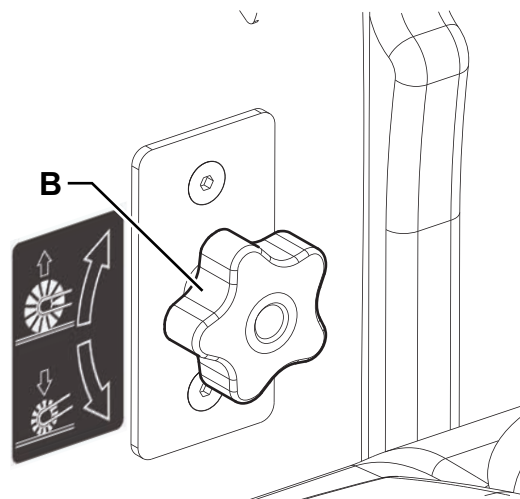

Рис. 6
2. Поверните ручку (В, Рис. 6), как показано ниже:
- Чтобы уменьшить ширину отпечатка, поднимите щетку при помощи рычага (63), затем поверните ручку по часовой стрелке.